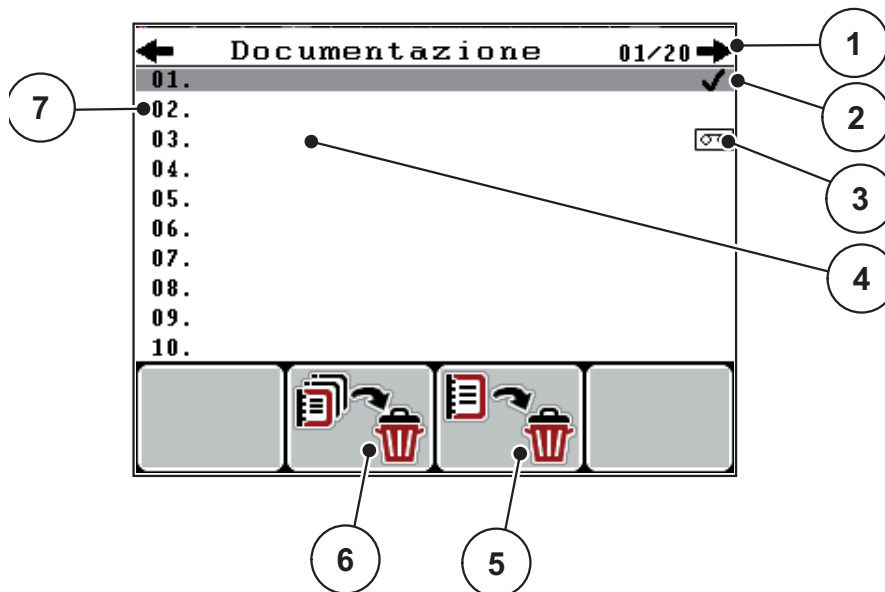

Figura 4.19: Menu della documentazione
3. Premere il tasto di funzione **F3** sotto il simbolo **Cancella** (vedi figura 4.19).
2. Premere il pulsante funzione **F2** sotto il simbolo **Cancella tutti** (vedi figura 4.19).